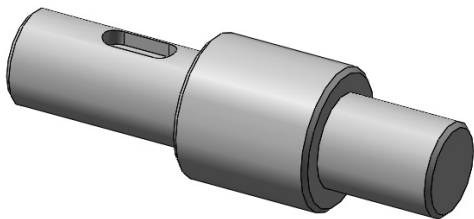

图 4-134 阶梯轴模型
(1) 建立阶梯轴模型，如图 4-134 所示。建模过程中使用旋转、拉伸切除、倒角等特征命令工具。